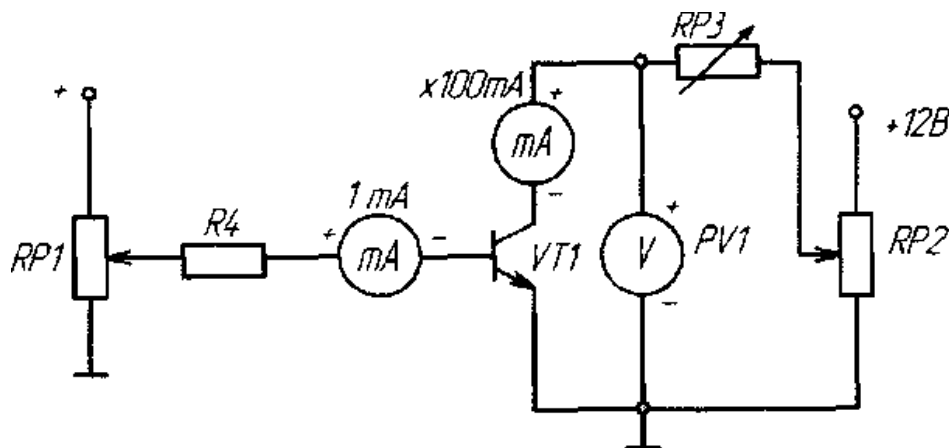

Рис.2
1) Собрать схему для снятия характеристик прямой передачи по току биполярного транзистора (рис.2). Для измерения тока базы подключить миллиамперметр РА1 (до 1 мА), а для измерения тока коллектора подключить РА2 (до 100 мА). Для измерения напряжения на коллекторе использовать вольтметр PV1; в качестве резистора в цепи коллектора использовать резистор RP3 (переключить на 200); резистор RP2 (переключить на 5); регулировка производится с помощью RP1.